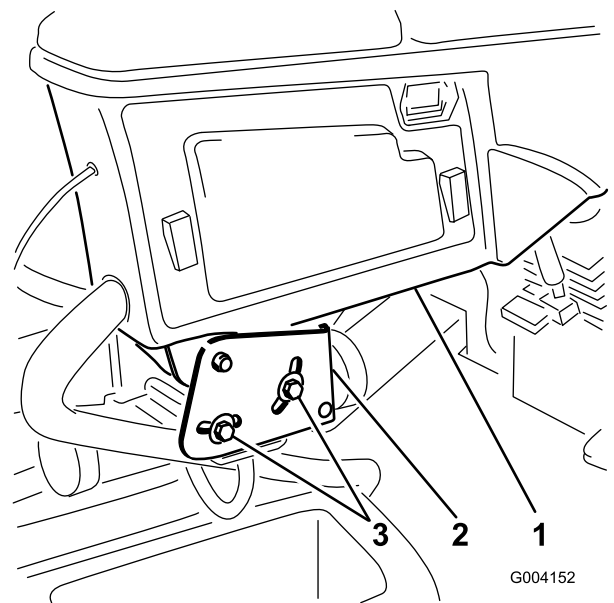

Bild 37
1. Lösen Sie die zwei Schrauben, mit denen der Steuerarm an der Befestigungshalterung befestigt ist (Bild 37).